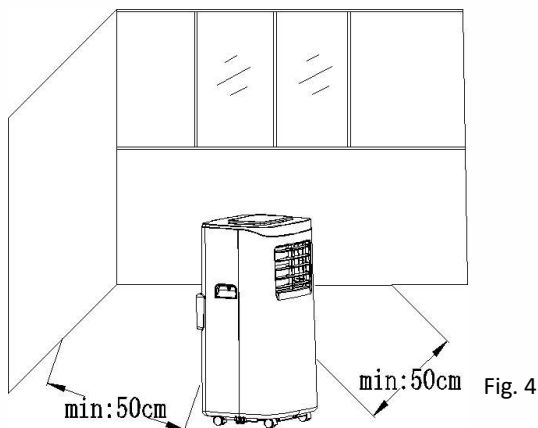

Fig. 4
1) Placez l'appareil, équipé du caloduc et des raccords, devant la fenêtre ; la distance entre le corps de l'appareil et les murs ou tout autre objet doit être d'au moins 50 cm (comme illustré sur les fig. 4).